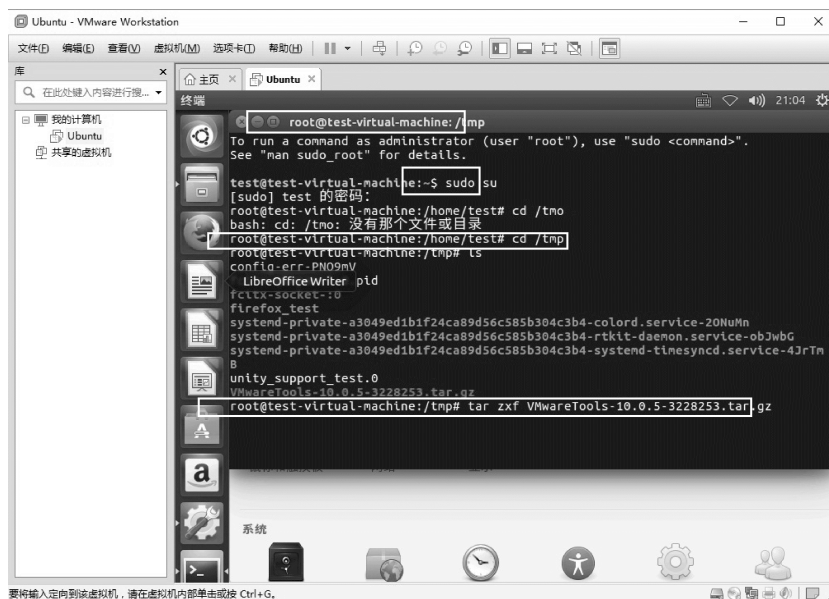

图 12-27 使用终端对安装包进行解压
(3) 将工具包复制到/tmp 目录下，然后打开终端，如图 12-27 所示。首先将登录用户切换到 root，然后复制安装包到/tmp，最后使用 tar 命令（参数:zxf）对安装包进行解压。